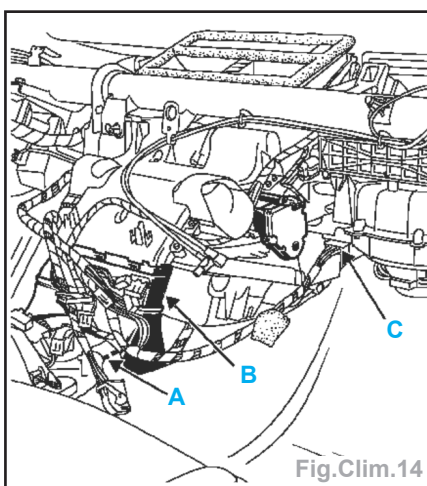
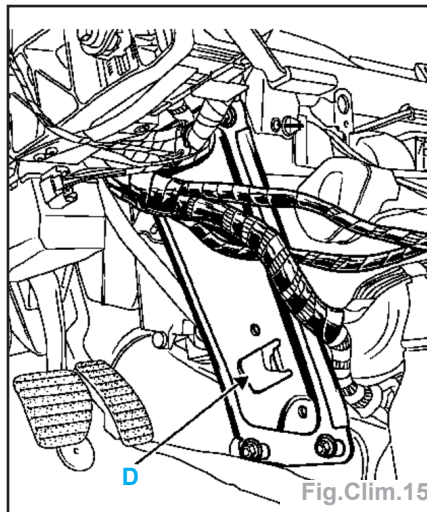

Fig.Clim.14
Fig.Clim.15
- Découper la moquette en (A) (Fig. Clim 14).
- les conduits de chauffage de pieds arrière (B),
- le flasque de protection (D) (Fig.Clim.15),
- Découper la moquette en (A) (Fig.Clim.14).
- Déposer les conduits de chauffage de pieds arrière (B).
- Débrancher le connecteur noir (C) du groupe motoventilateur / module de puissance.
- Déposer le flasque de protection (D) (Fig.Clim.15).